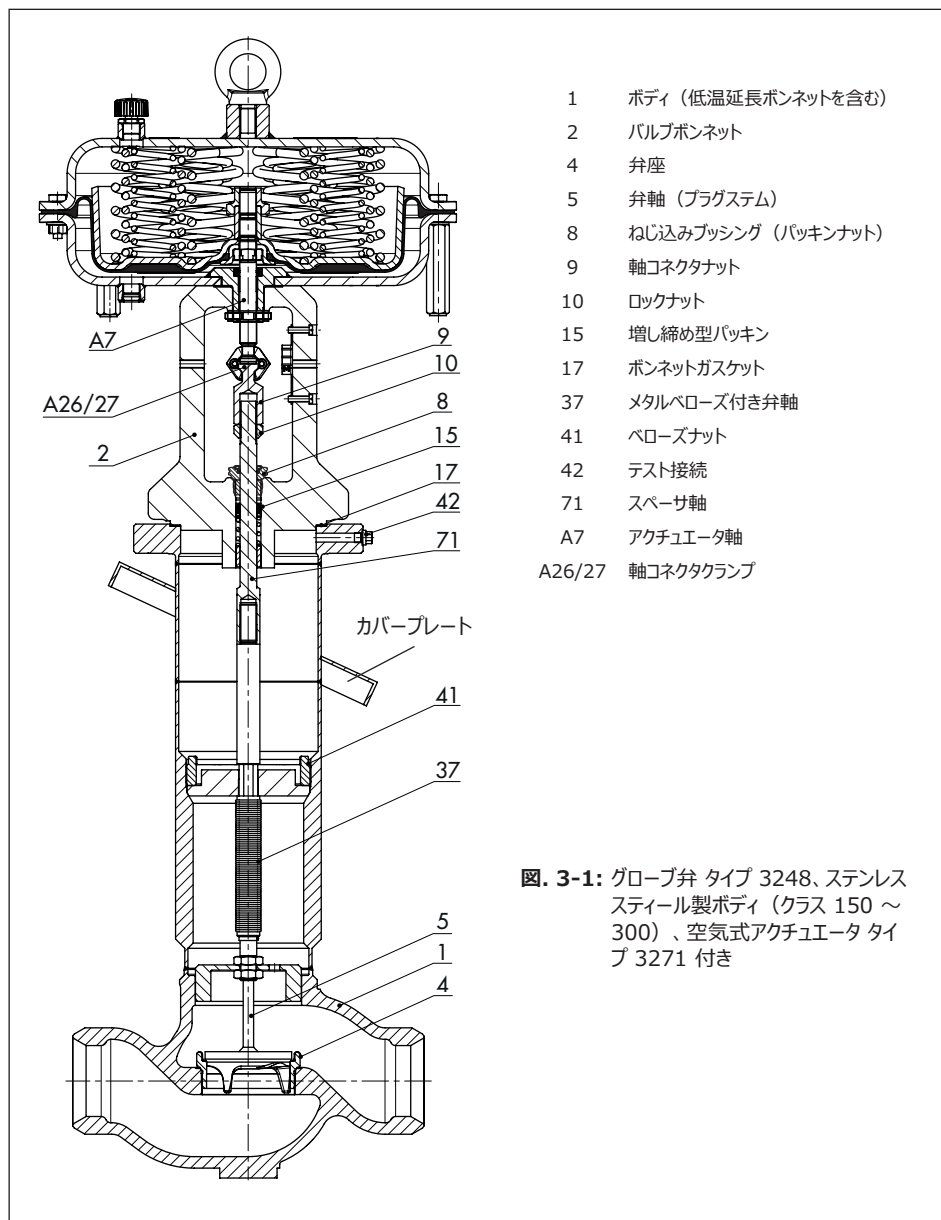

図. 3-1: グローブ弁 タイプ 3248、ステンレス
～ 300 (図. 3-1 をご覧ください)
クラス 150 ～ 300 の仕様では、バルブボンネット (2) はヨークとして設計されています (図. 3-1 をご覧ください)。クラス 600 の